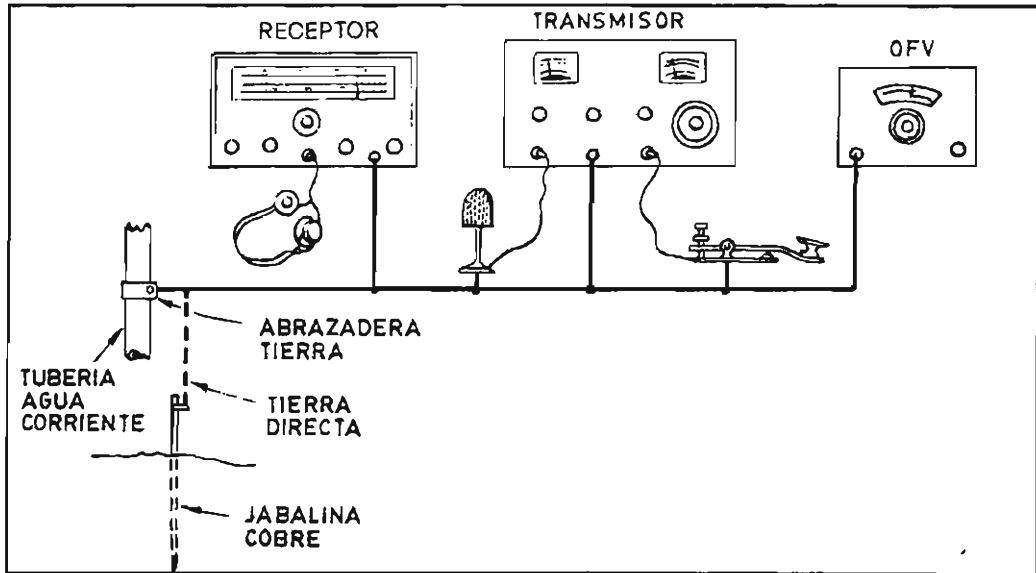

Fig. 76.R - Puesta a tierra individual de todo el equipo.
- 1) Protección de todo aparato componente del equipo con fusible individual de calibre adecuado y con envolvente, caja o gabinete metálico puesto individualmente a una tierra de seguridad (jabalina enterrada o tubería de agua corriente comprobada) como está indicado en la figura (aquí la Fig. 76.R).
La puesta a tierra debe ser individual, para cada uno de los aparatos o componentes de la estación, incluidos micrófonos y manipuladores (a través de la malla de sus conductores blindados) (como quedó indicado en la Fig. 76.R). En los manipuladores, aunque vayan tapados debe ponerse a tierra el borne de mayor masa metálica expuesta y nunca deben admitirse circuitos de manipulación que presenten una diferencia de tensión en circuito abierto superior a unos pocos voltios. Si es preciso se instalará un relé de manipulación en el interior del aparato, que evite la presencia de tensión en el manipulador.